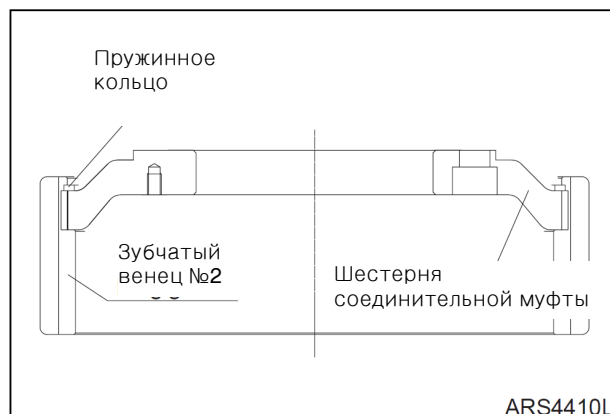

Рис. 76
1. Установите венцовую шестерню №2 (4) на рабочий стенд, как показано на рис. 76.
2. Установите соединительную шестерню (5) с верхней стороны.
3. Установите пружинное кольцо (21) в канавку венцовой шестерни №2 (4). Убедитесь, что кольцо правильно установлено.